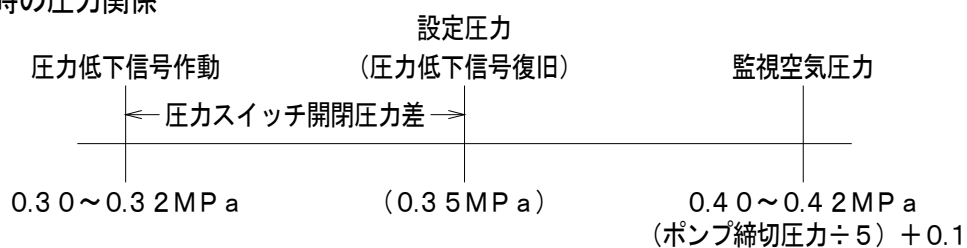

図 2. 設備系統図 (監視時)
(5) 空気供給配管およびエア機器の準備・組立
- ① 乾式スプリンクラー設備に用いるエア機器は、図 2 の系統図を参照の上、次表に示す機器または同等以上品を使用してください。エアレギュレータ、エアフィルタ、スピードコントローラは入手性を考慮し、SMC(株)製の使用を推奨します。また、エアコンプレッサはオートドレン（使用するエアコンプレッサの付属品またはオプション品）の装着を推奨します。
弁名称および弁番号は「3. 構造および作動説明（1）構造」の図.2 設備系統図を参照してください。